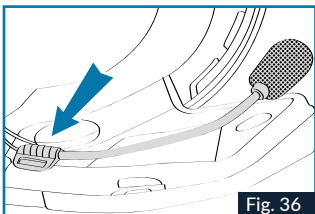

Fig. 36
5. Colocar el micrófono y fijarlo usando la pieza de velcro suministrada, en el poliestireno de la almohadilla de mejilla izquierda, como se muestra en la Fig. 36